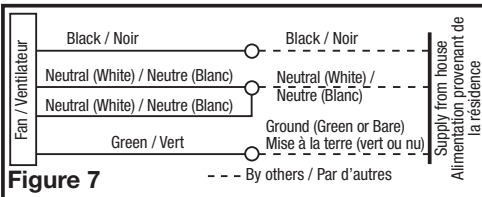

Figure 7
1. Connect the 2 loose White wires from the range hood to the White wire from the supply, and the loose Black wire from the range hood to the Black wire of the supply. Connect the ground wire (green or bare) from the supply to the green ground screw of the hood. Use approved methods for all connections (Figure 7).
1. Connecter les deux fils lâches Blancs de la hotte au fil Blanc de l'alimentation, et le fil lâche Noir de la hotte au fil Noir de l'alimentation. Connecter le fil de mise à la terre (vert ou dénudé) de l'alimentation à la vis verte de mise à la terre de la hotte. Utiliser des méthodes de connexion approuvées pour toutes les connexions (Figure 7).